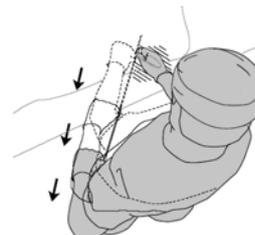

図 4 ディフレクタブルカテーテルのスリッティング
- b. ディフレクタブルカテーテルのハブをスリットの刃に当て、X線透視下でリード等を造影しながら、ゆっくりとガイディングカテーテルを引く。スリットの切断面が、ハブ及びカテーテルシャフトの軸線と平行になるように保つ(図 4)。
- c. ディフレクタブルカテーテルのハブをスリッタの刃に当て、X線透視下でリード等を造影しながら、ゆっくりとディフレクタブルカテーテルを引く。スリッタの切断面が、ハブ及びカテーテルシャフトの軸線と平行になるように保つ(図 4, 7)。